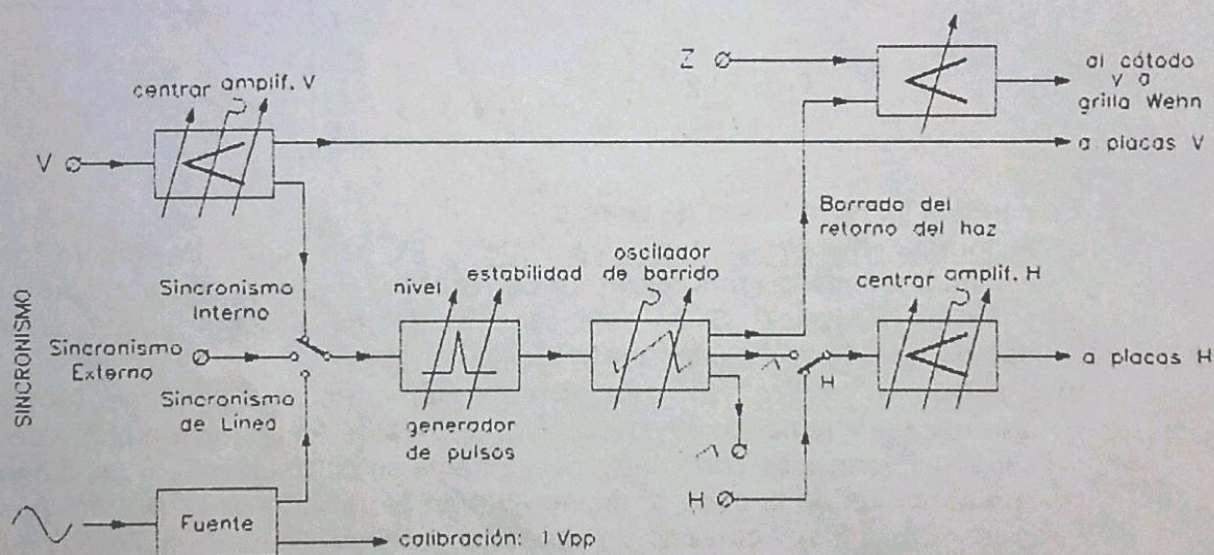

Fig. 13
- 3 - **Sincronización Externa** : proveniente de una señal externa cualquiera, que se aplica en un borne especial. Si selecciona esta sincronización externa, y no se aplica la señal sincronizante, la frecuencia de barrido queda librada a los controles y no hay sincronización alguna (Fig. 13).